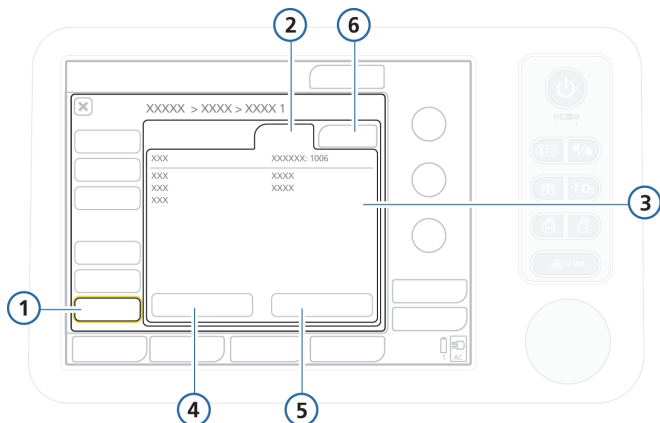

Рисунок I-17. Вкладка «SW options»
2. Перейдите на нужную вкладку: **«SW options»** для программного обеспечения, **«HW options»** – для аппаратных средств. См. рис. I-17.